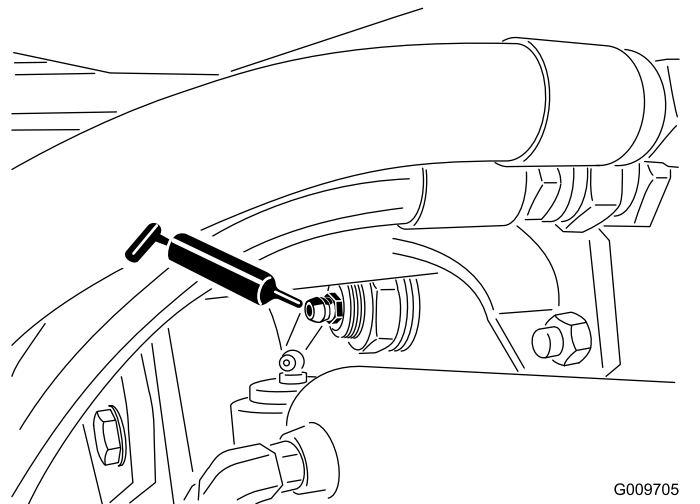

Figura 41
- Casquillos de pivote del eje trasero (2), como se muestra en la Figura 41